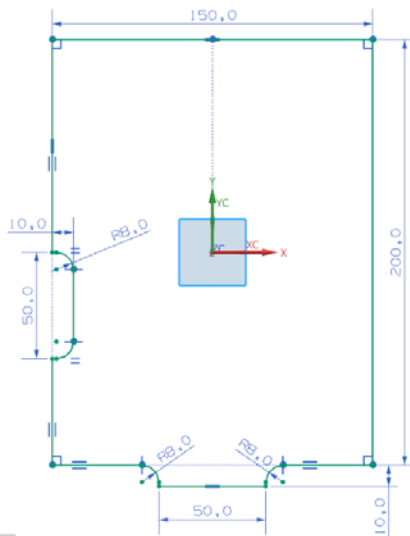

图 5-28 绘制草图
(3) 在“创建草图”对话框中，选择 XC-YC 平面为基准面，设置“水平”面为参考平面，单击<确定>按钮，进入草图绘制环境，绘制如图 5-28 所示的草图。单击“完成”图标，草图绘制完毕。